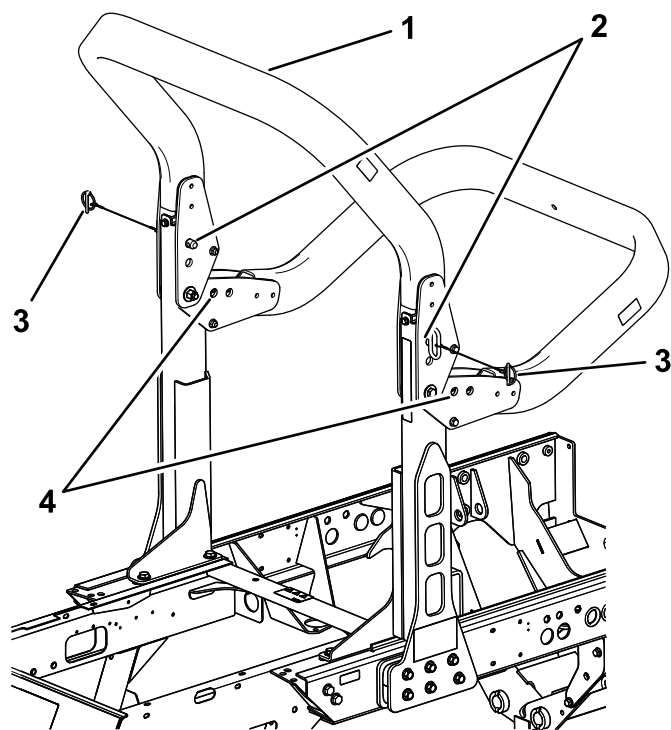

图 40
2. 支撑住翻车保护杆上机架的同时从枢轴支架上卸下开口销和柱销图 40。